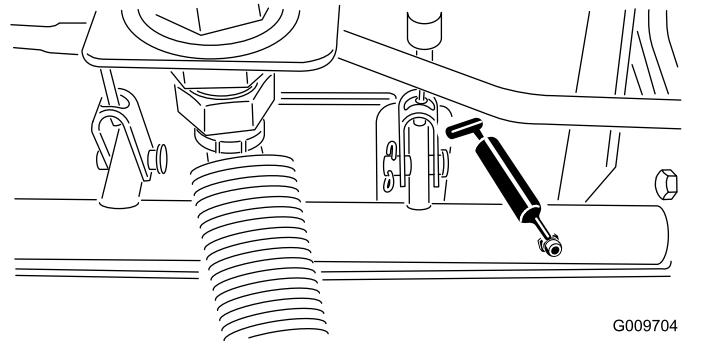

Figura 58
- Cojinetes de pivote de eje de freno (5) tal y como se muestra en la Figura 58